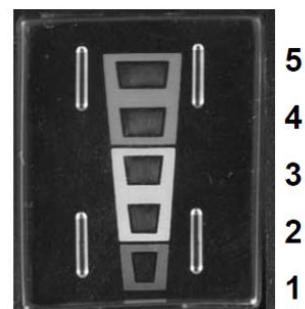

Рис. 10
Во время использования машины могут загораться индикаторы LED (Рис. 10), которые указывают на проблемы и ошибки в работе машины.
- Замените или переверните резиновые лезвия (3 на Рис. 10).